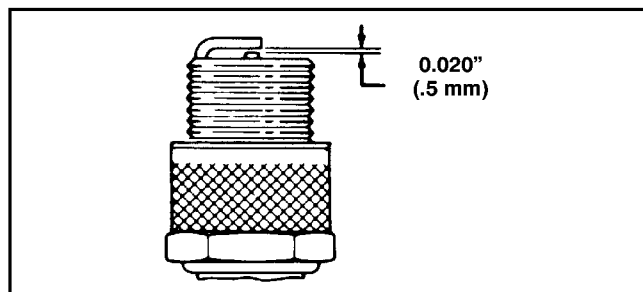

Abbildung 17
3. Elektrodenabstand auf 0.5 mm einstellen (Abb. 17). Richtig eingestellte Zündkerze und Dichtung einsetzen. Zündkerze mit einem Anzugsmoment von 19 N·m festziehen.